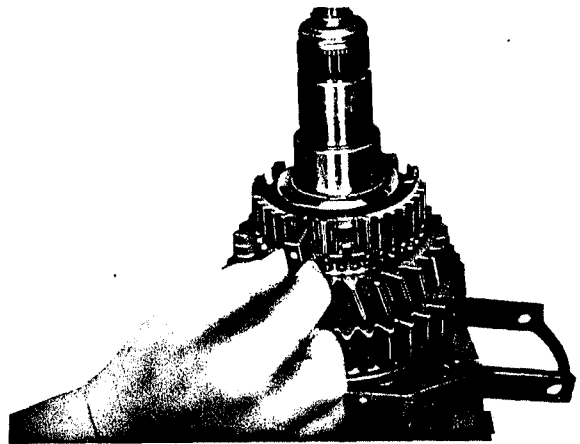

Fig. 32
12. Poser la bague de synchronisation (402) sur le cône de l'engrenage de la 2e vitesse (la denture orientée vers le bas). Porter le synchroniseur (416) à une température d'environ 80°C et l'emmancher à force avec la douille „10". Engager le jonc d'arrêt (415) qui doit bien serrer dans son logement. Les joncs d'arrêt ont les épaisseurs disponibles suivantes: 2,4 et 2,5 mm.
13. Coller avec de la graisse dans les alésage du synchroniseur (fig. 32) chaque fois un ressort de pression (406), un axe à rotule (405) et un ressort de pression (404).